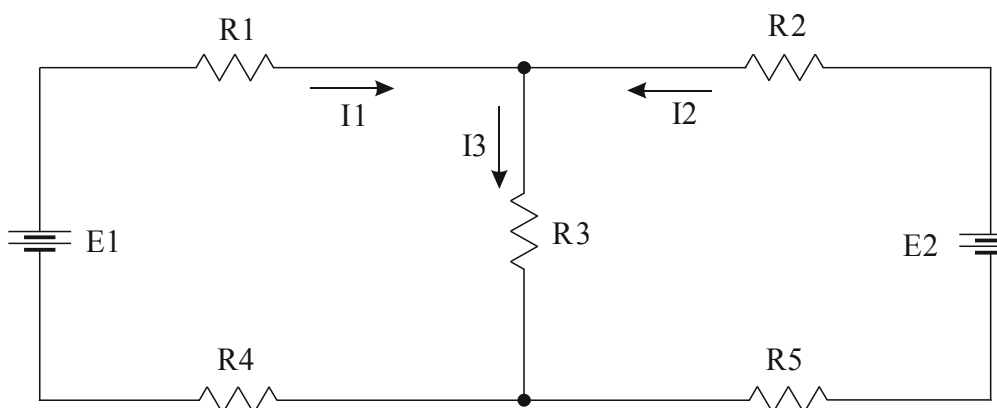

Рис.2.1.
1.1. На рабочем поле собрать схему для проверки первого и второго законов Кирхгофа (рис.2.1)